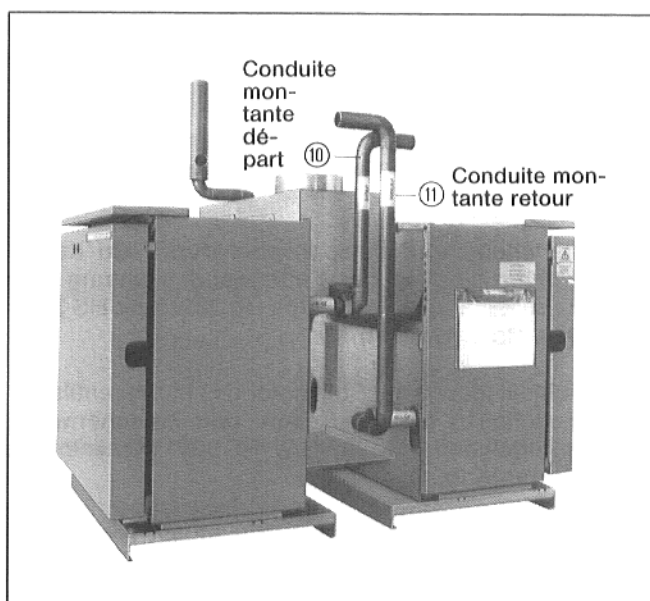

Fig. 2
3. Visser la conduite montante de retour ⑪ dans le tuyau retour du bloc chaudière 1 (Fig. 2).
4. Visser la conduite montante de départ ⑩ au départ du bloc chaudière 2 (Fig. 2).